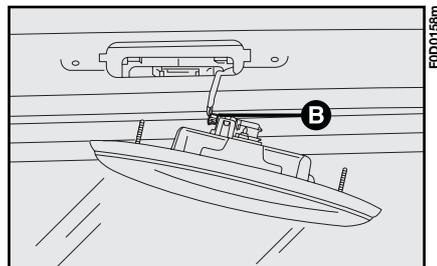

fig. 25
2) desenchufe el conector **B**-fig. 25;